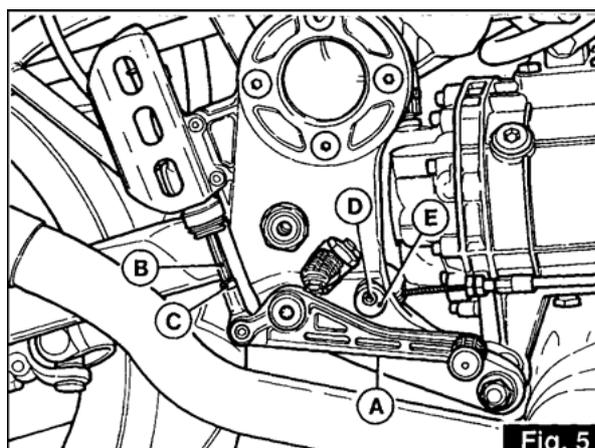

Fig. 5
3.9 PÉDALE DE FREIN AR («A» fig. 5)